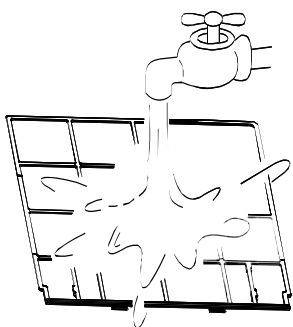

Рис. G4
4. При очистке пылесосом сторона фильтра, обращенная к воздухозаборному отверстию, должна быть повернута вверх (см. рис G3). При очистке водой сторона фильтра, обращенная к воздухозаборному отверстию, должна быть повернута вниз (см. рис. G4).